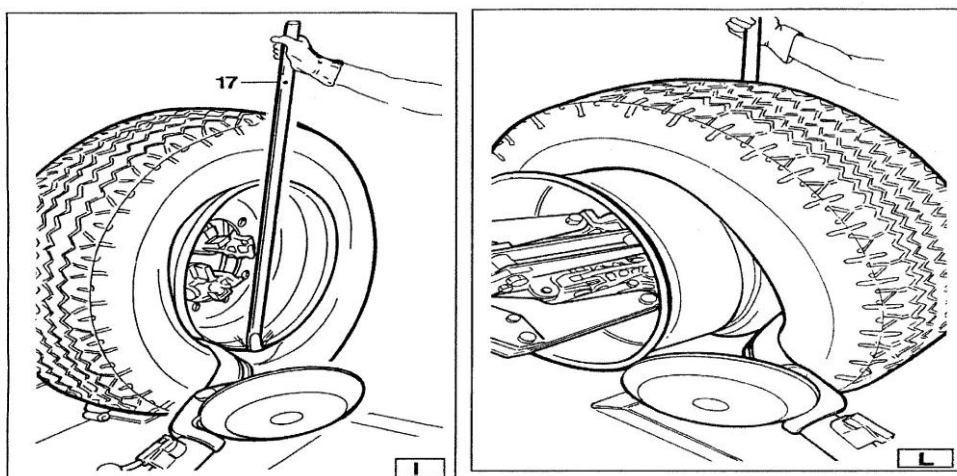

Рисунок 10. Демонтаж шины
- Вращайте колесо и вставьте монтажную лопатку между ободом и шиной, при помощи её заведите рабочий крючок между ободом и шиной (Рис.10-I).
- Вставьте рычаг VL(17,рис.10-I) между ободом и шиной с правой стороны колеса.
- Установите съемный крючок с другой стороны колеса, продев его между ободом и шиной (Рис.10-L). Переместите крючок, чтобы отжимная тарелка уперлась в обод колеса, для облегчения можно вращать колесо.